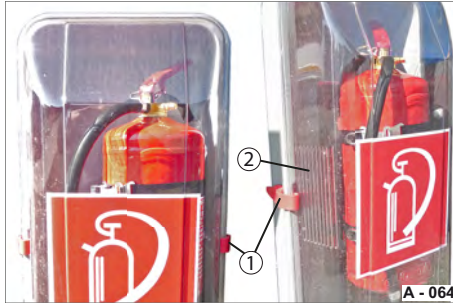

Abb. 96 Schutzhaube, geschlossen
- ▶ Lösen Sie die Verschlüsse (Abb. 96/1).
- ▶ Nehmen Sie die Schutzhaube (Abb. 96/2) ab bzw. öffnen Sie diese.